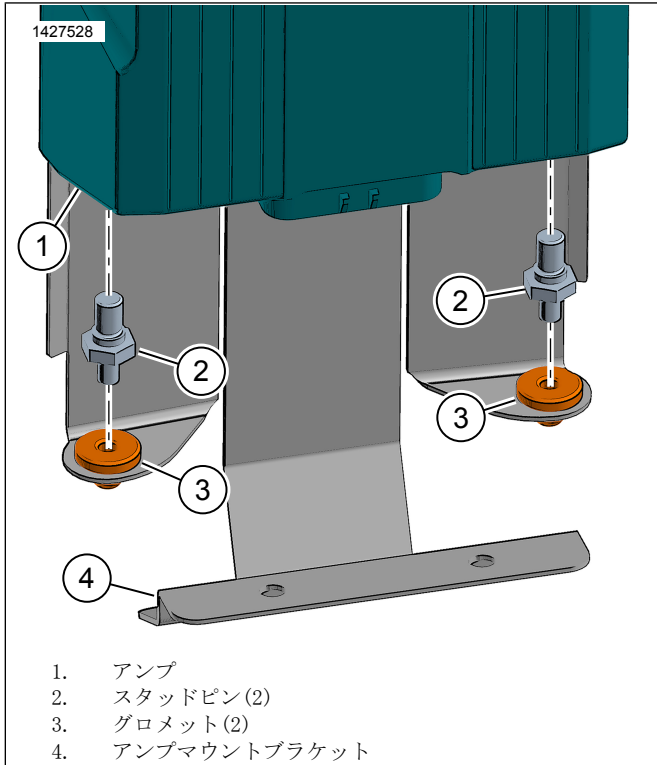

図12。アンプスタッドピン
4. 図12を参照してください。グロメット(3)をアンプマウントブラケット(4)に取り付けます。